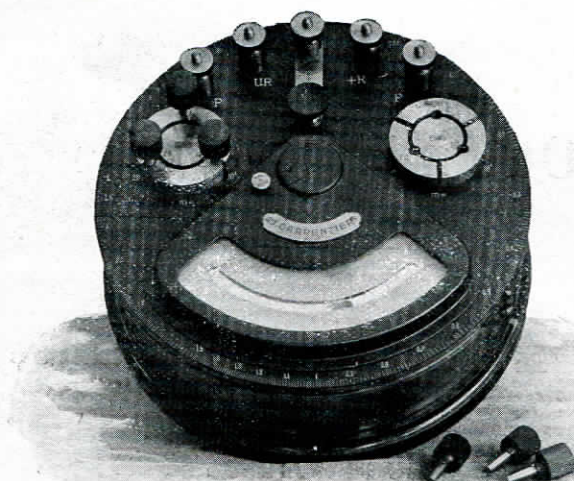

FIG. 42
**Galvanomètre universel J. Carpentier** permettant la mesure des tensions (de 1 millivolt à 150 volts) par mesure directe, des intensités (de 1 à 150 mA par mesure directe et au delà, avec shunt), et des résistances (de 0,030 ohms à 1 mégohm) ainsi que la localisation des défauts (*figure 42*)..